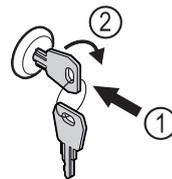

Fig. 202
- Insérer la clé. Fig. 202 (1)
- Tourner la clé à 90° dans le sens horaire. Fig. 202 (2)